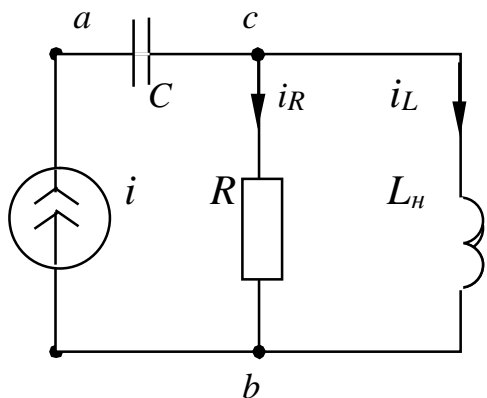
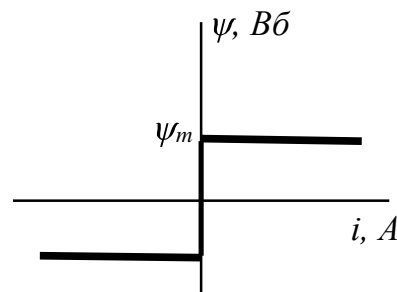

Рис. 9.1
Рис. 9.2
9. Схема рис. 9.1 состоит из источника синусоидального тока $i = I_m \sin 2000t$, линейного активного сопротивления, линейной емкости и нелинейной индуктивности с вебер-амперной характеристикой, изображенной на рис. 9.2, где $\psi_m = 10^{-2}$ Вб, (ψ - потокосцепление, i - ток).